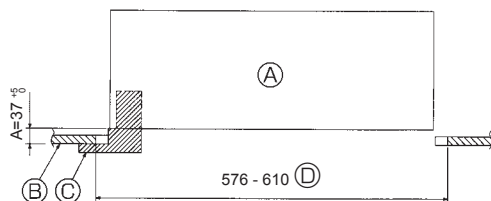
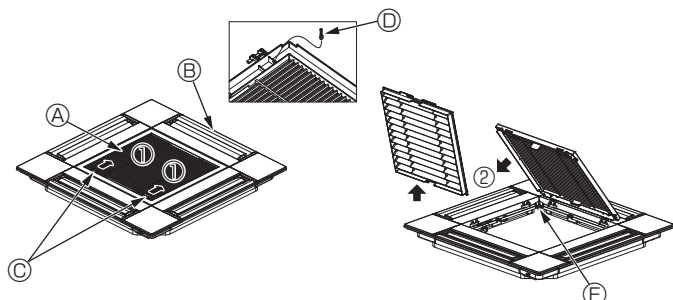

Fig. 10-2
Fig. 10-3
②	Tornillo con arandela	4	M5 × 0,8 × 25 (mm)
③	Calibre	1
④	Cable de enlace para el receptor de señales	1	Se incluye si la unidad dispone del receptor de señales.
⑤	Cable de enlace para el sensor i-See	1	Se incluye si la unidad dispone del sensor i-See.
⑥	Remache	2	Se incluye si la unidad dispone del receptor de señales.
⑦	Remache	2	Se incluye si la unidad dispone del sensor i-See.
⑧	Mando a distancia inalámbrico	1	Se incluye si la unidad dispone del mando a distancia inalámbrico.
⑨	Soporte del controlador remoto	1	Se incluye si la unidad dispone del mando a distancia inalámbrico.
⑩	Pilas LR6 AA	2	Se incluye si la unidad dispone del mando a distancia inalámbrico.
⑪	Tornillos roscados de 3,5 × 16	2	Se incluye si la unidad dispone del mando a distancia inalámbrico.
10.2. Preparación para colocar la rejilla (Fig. 10-2)
- ① Unidad principal
- ② Techo
- ③ Calibre (Accesorio)
- ④ Dimensiones de la abertura del techo
10.2.1. Extracción de la rejilla de admisión (Fig. 10-3)
- Deslice las palancas en la dirección indicada con la flecha ① para abrir la rejilla de admisión.
- Con la rejilla de admisión en posición "abierta", retire la bisagra de la rejilla de admisión de la rejilla tal y como se indica con la flecha ②.
- ① Rejilla de admisión
- ② Rejilla
- ③ Palancas de la rejilla de admisión
- ④ Gancho de la rejilla
- ⑤ Orificio para el gancho de la rejilla